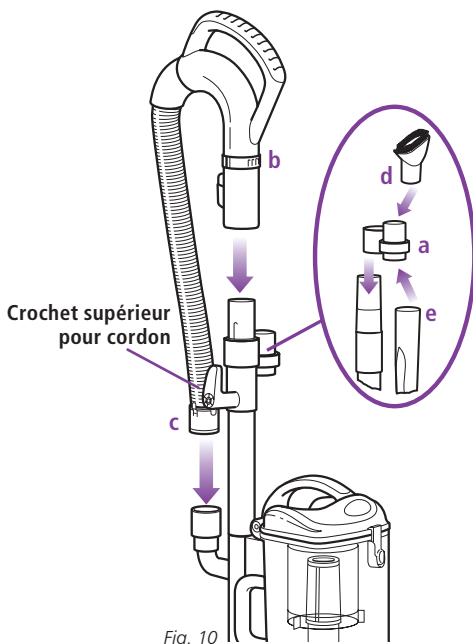

Fig. 10
- 4 Faites glisser le porte-accessoires (a) situé à l'opposé de l'enrouleur pour cordon au-dessus du tube de rallonge. Alignez l'onglet avec la rainure et appuyez vers le bas. (Fig. 10)
- 5 Poussez la poignée (b) sur le dessus du tube de rallonge jusqu'à ce que vous entendiez qu'elle s'enclenche en place. (Fig. 10)
- 6 Installez l'extrémité du tube de rallonge (c) à l'intérieur du connecteur à l'ends du traîneau. (Fig. 10)
- 7 Rangez la brosse d'époussetage (d) et le suceur plat (e) sur le support du porte-accessoires. (Fig. 10)